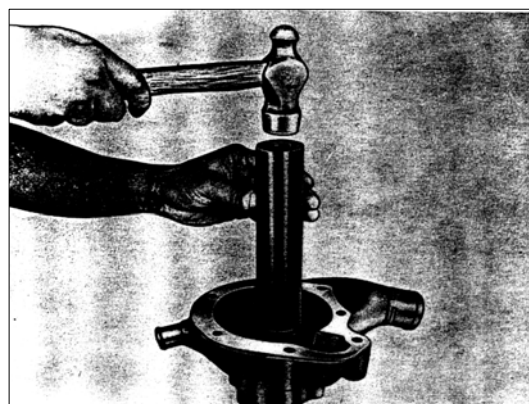

РИС. 151
3) Установите новую фибру в корпусе, используйте гильзу съёмника 312 589 34 33 (рис. 151).